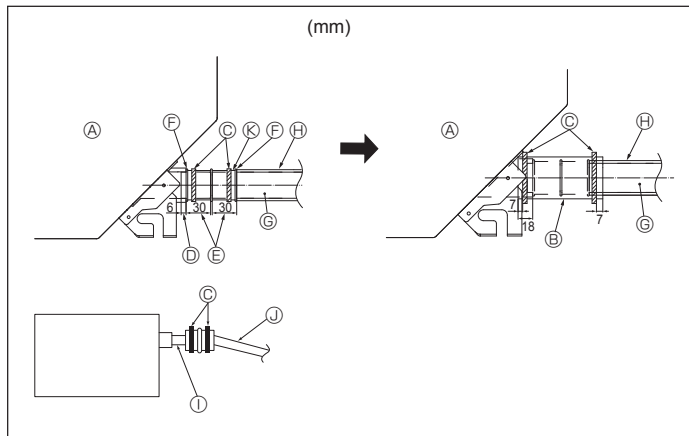

Fig. 5-2
1. Kople avløpsmuffen (følger med enheten) til avløpsåpningen. (Fig. 5-2) (Fest røret med PVC-klebmiddel og sikre det med et bånd.)